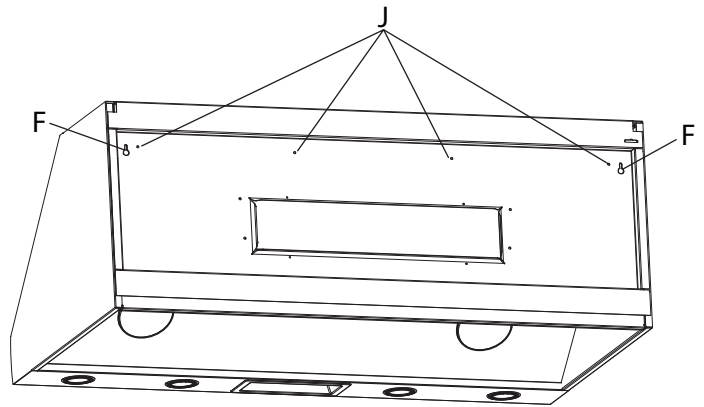

Figura 13: Ubicación de las muescas en forma de ojo de cerradura
14. Con otra persona, levante la campana y déjela descansar en los tornillos insertados en el soporte de madera. Use las muescas en forma de ojo de cerradura identificadas por la letra "F" en la *Figura 13*. Asegúrese de que el soporte de madera quepa en la parte hundida de la parte trasera de la campana.
16. A partir del interior de la campana, fije tornillos de 5/8 pulg. (16 mm) en el soporte de madera, a través de los agujeros identificados por la letra "J" en la *Figura 13*.